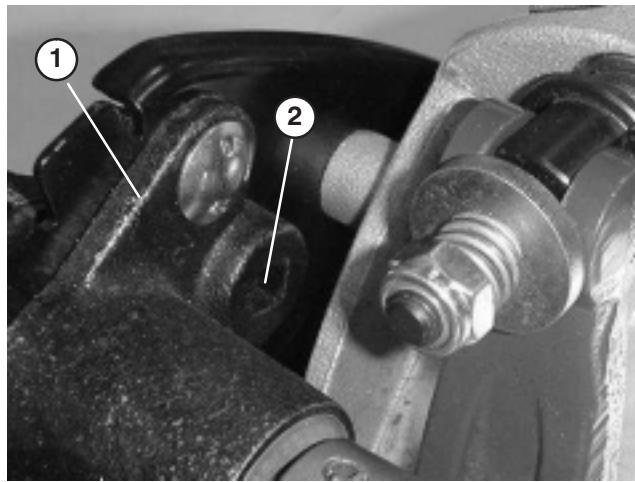

Bild 39
B. Drehen Sie das Lagergehäuse mit einem 3/8 Zoll Drehmomentschlüssel mit 4 bis 4,5 Nm an, um die Riemenspannung einzustellen (Bild 39)